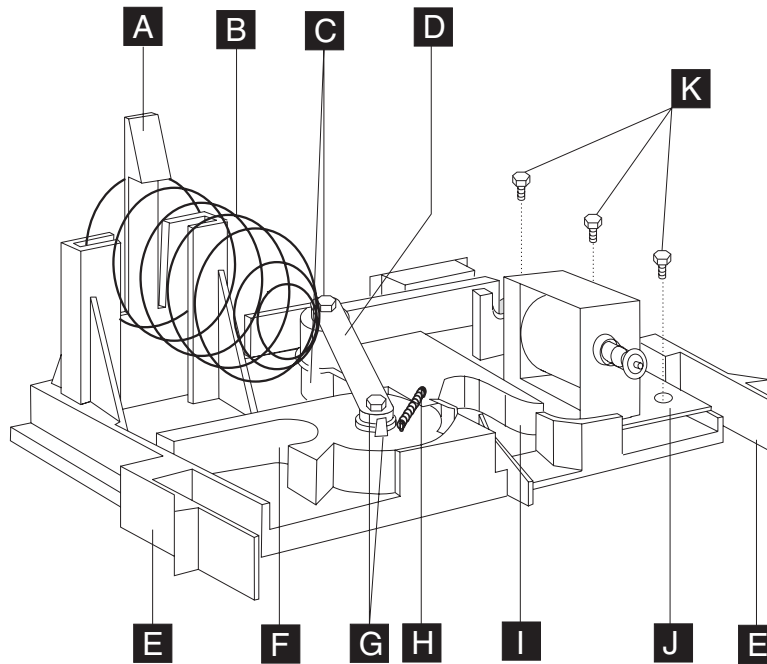

图 46. 卸下并更换插销组合件 FRU 和传感器组合件 FRU
4. 从前端将插销组合件两侧的插销 **E** 往里按，同时将插销组合件拉向前端。请参阅第 58 页的图 46。